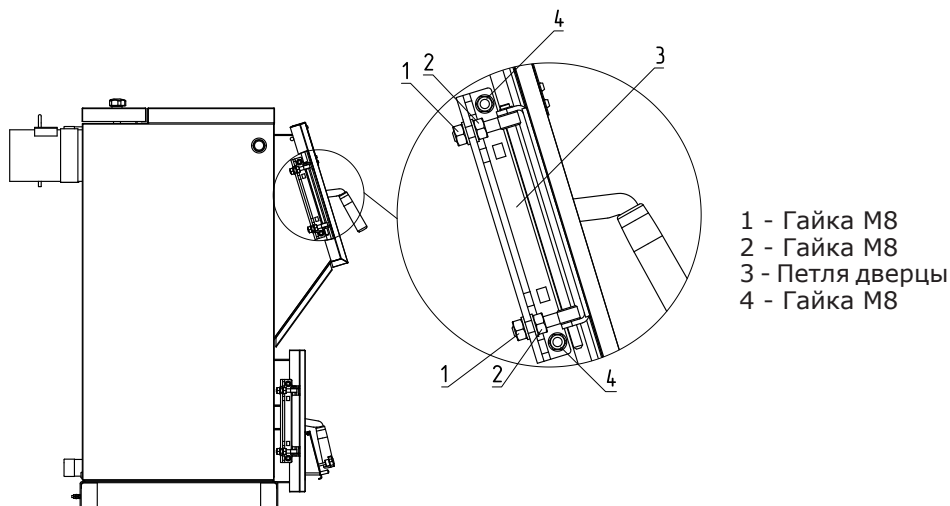

Рис.3 Регулировки петли дверцы
- Ослабить гайки (Рис.3 поз.1);
- Вращая гайки (Рис.3 поз.2) установить необходимое прилегание к арке двери;
- После установки необходимого прилегания к арке двери, затянуть гайки (Рис.3 поз.1).
- После установки горизонтального положения двери или наклон относительно горизонта, затянуть гайки (Рис.3 поз.1).
- Ослабить гайки (Рис.3 поз.4);
- Установить нужную высоту двери перемещая петлю двери вверх или вниз (Рис.3 поз.3);
- После установки высоты двери, затянуть гайки (Рис.3 поз.4).